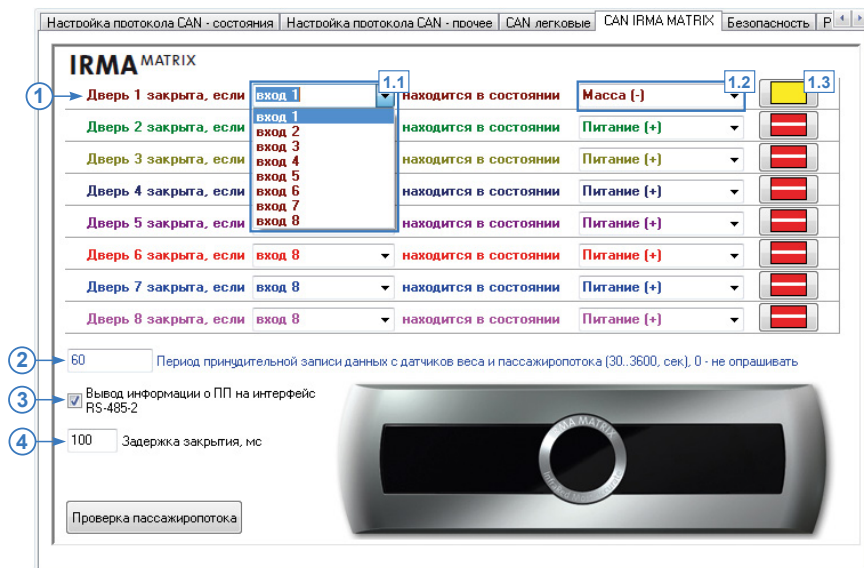

Рис.66. Вкладка «CAN IRMA MATRIX».
Перейдите на вкладку «CAN IRMA MATRIX» и включите опцию Подключение CAN IRMA MATRIX. Вам будет доступно меню настройки работы датчика (Рис.66).
- Для того чтобы прибор «АвтоГРАФ» определял открытие и закрытие двери транспортного средства при помощи концевиков, для настраиваемой двери (Рис.66, п.1) необходимо:
- выбрать вход прибора «АвтоГРАФ», к которому подключен датчик этой двери, либо выбрать состояние «ТС движется» – при такой настройке дверь считается закрытой всегда во время движения (Рис.66, п.1.1). Движение ТС определяется по скорости и ускорению, вычисленных контроллером «АвтоГРАФ»;
- если закрытие двери определяется по состоянию входа контроллера, то выбрать состояние этого входа, соответствующее закрытию двери (Рис.66, п.1.2). Контроль состояния двери транспортного средства позволяет фильтровать показания датчиков пассажиропотока, когда двери ТС закрыты;
- рекомендуется также настроить входы контроллера. Для быстрого перехода в меню настроек цифровых входов (вкладки «Входы 1-4» и «Входы 5-8») предусмотрены кнопки быстрого перехода (Рис.66, п.1.3).
- Период принудительной записи данных с датчиков веса и пассажиропотока (Рис.66, п.2).** Любое изменение состояния датчика фиксируется прибором и записывается в память. Если нет данных для записи, прибор через определенный период времени опрашивает датчик и делает принудительную запись. **Период принудительной записи данных с датчиков веса**
- **Опция «Вывод информации о ПП на интерфейс RS-485-2» (Рис.66, п.3)** разрешает передачу данных о пассажиропотоке внешнему устройству по интерфейсу RS-485-2. Если такое устройство отсутствует, необходимо отключить опцию.
- **Задержка закрытия, мс (Рис.66, п.4)** – интервал времени после закрытия дверей транспортного средства, по истечении которого контроллер «АвтоГРАФ» определит закрытие дверей и выключит систему IRMA MATRIX. Задержку необходимо задавать в миллисекундах. Данная задержка предназначена для корректной обработки закрытия двери в тех случаях, когда концевик срабатывает раньше, чем дверь была закрыта реально.